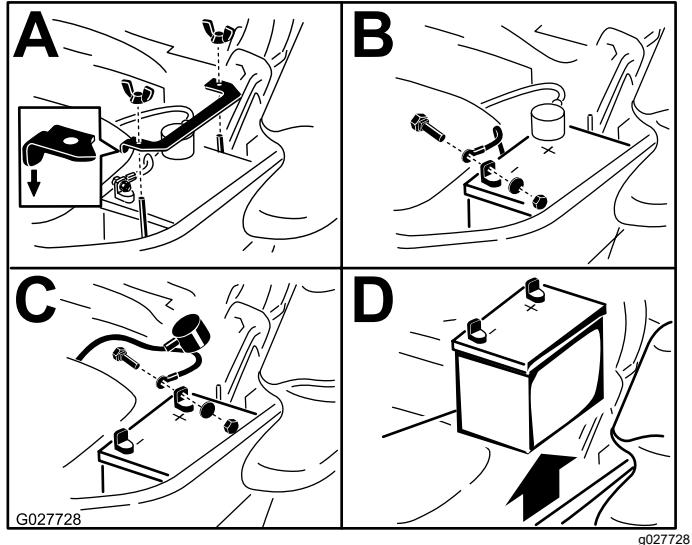

Figura 74
3. Retire la batería, según se muestra en Figura 74.